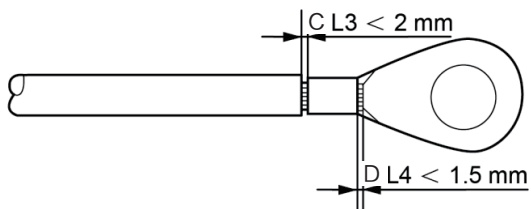

图3.11 线缆压接
4. 将剥开的线缆插入OT端子压接区域，然后使用液压夹将端子压接到线缆上（参见图3.11）。